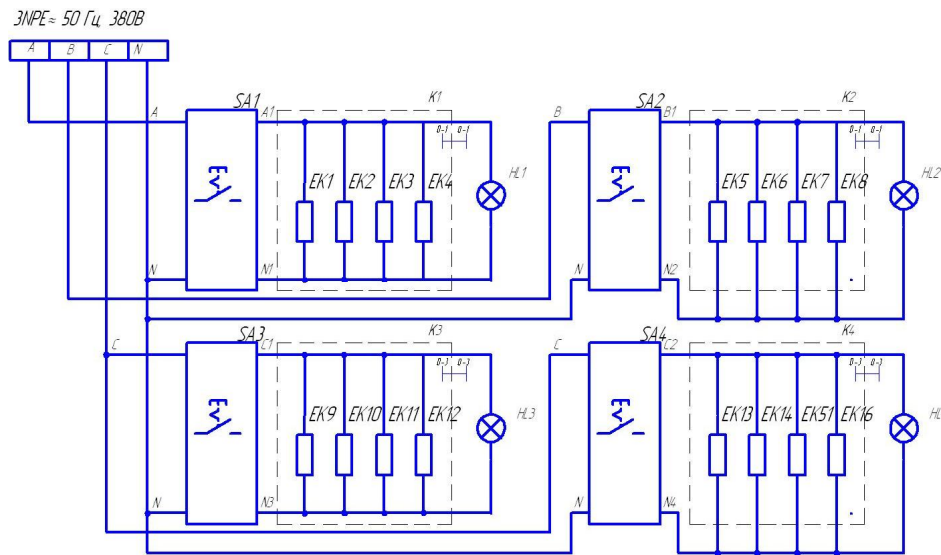
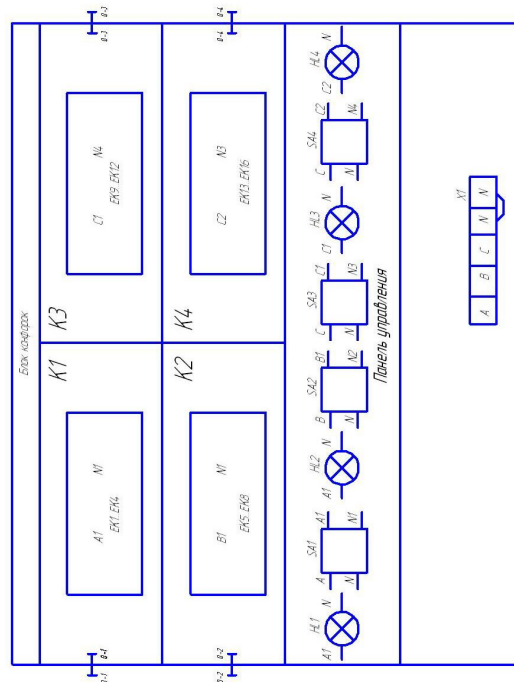

Рисунок 2
Рисунок 3 – Схема электрическая соединений
4.5 Схему электрическую принципиальную смотри рисунок 2, схему электрическую соединений – рисунок 3.